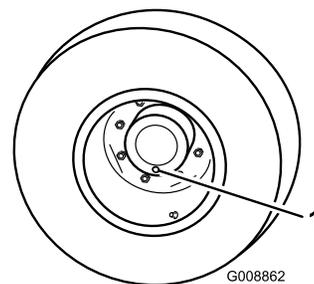

Figura 64
1. Con la máquina en una superficie nivelada, coloque una rueda de manera que uno de los tapones de verificación/drenaje esté en la posición más baja (posición de las 6) (Figura 64).